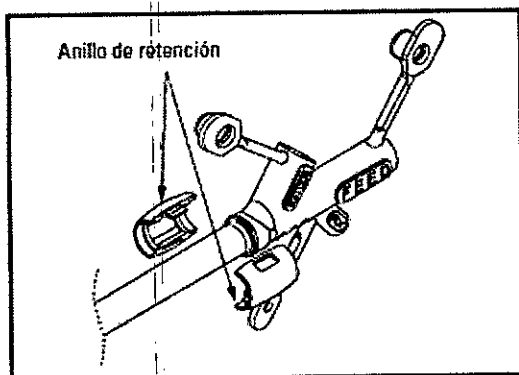

Figura 2
18. Asegure la porción distal del conector del tubo yeyunal para GEP a la sonda de gastrostomía ya colocada situando las dos mitades del anillo de retención sobre el conector y la sonda de gastrostomía, tal y como se muestra en la figura 2.